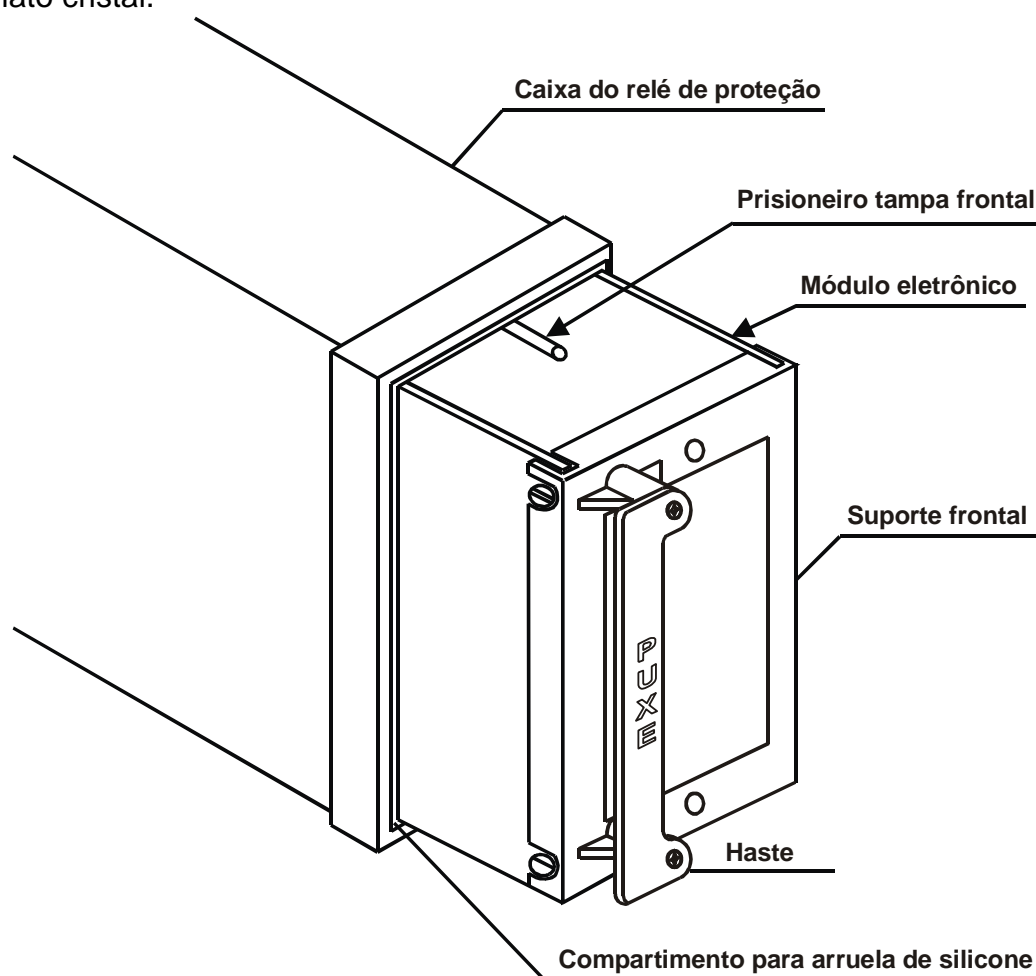
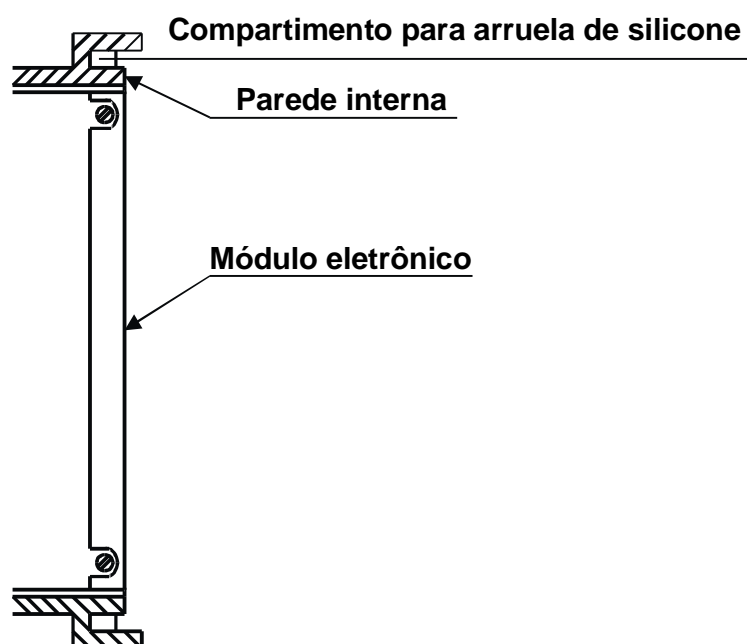

Figura 6: Inserção do módulo eletrônico
Figura 7: Vista em corte do encaixe do relé
- 1 – Posicionar o módulo eletrônico (figura 6) na caixa do relé. Utilize haste (figura 6) para encaixar as placas de circuito impresso do módulo eletrônico nas guias internas da caixa.
- 2 – Aplicar pressão nas laterais da haste (figura 6) até que o suporte encaixe totalmente na caixa do relé, ou seja, o módulo precisa ficar totalmente alinhado com a parede interna do compartimento para arruela de silicone (figura 7). Aplicar pressão considerável para um encaixe uniforme e seguro. O sistema de conexão é extremamente robusto e suporta o mecanismo de inserção do relé.